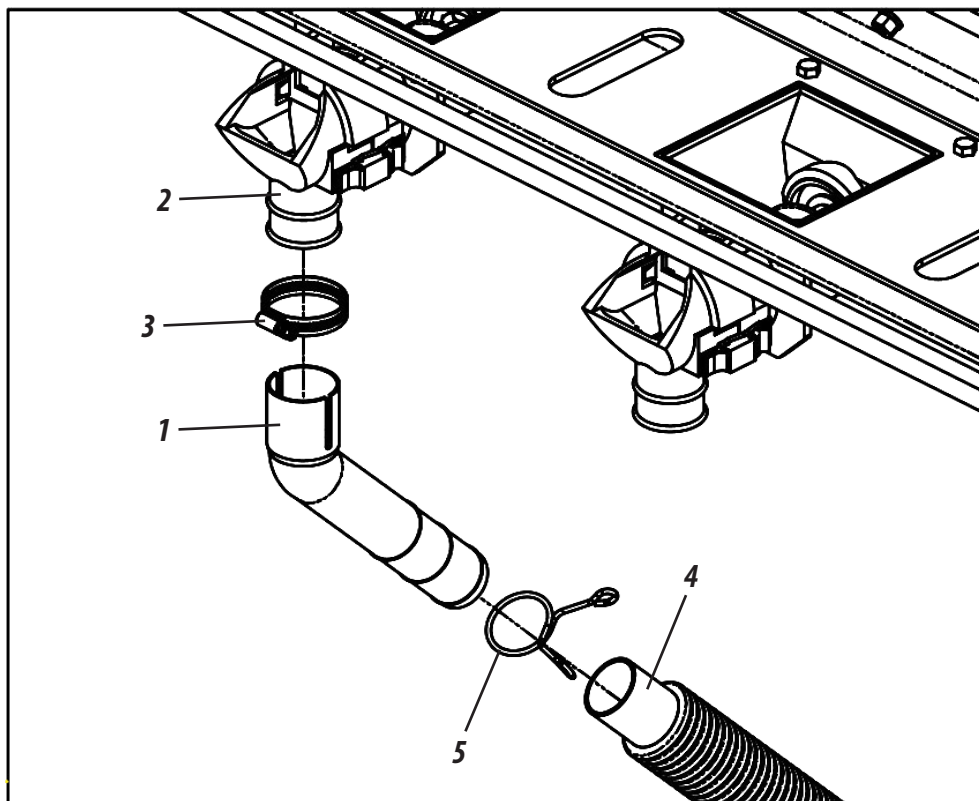

Figura 38
Para conduzir o fertilizante do distribuidor até o solo, encaixe as bicas em grau (1) nas saídas do condutor fertisystem (2) através das presilhas (3). Em seguida, coloque os mangotes (4) nas bicas em grau (1) através das presilhas (5), **conforme mostra a figura 38.**